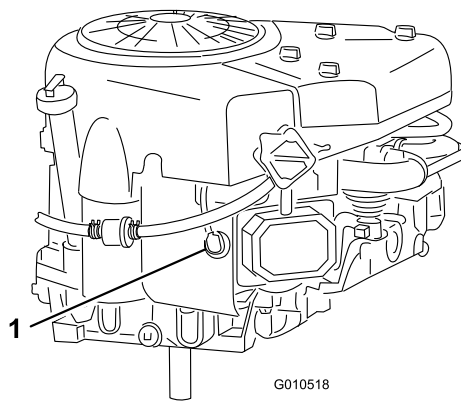

Bild 26
6. Klemmen Sie das Zündkabel von der Zündkerze ab (Bild 26).
3. Schließen Sie den Zündkerzenstecker an die Zündkerze an (Bild 26).
8. Entfernen Sie die Zündkerze und die Metallscheibe (Bild 26).